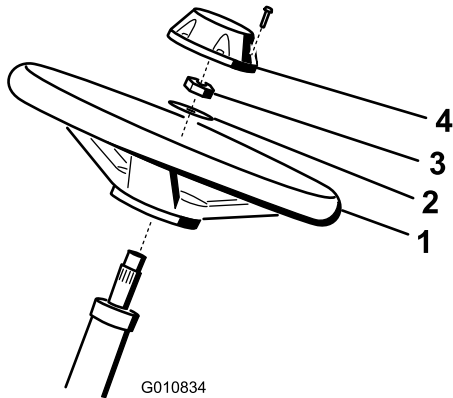

Figura 5
1. Deslice el volante sobre la columna de dirección (Figura 5).
2. Deslice la arandela sobre la columna de dirección (Figura 5).
3. Sujete el volante a la columna con una contratuercas y apriétela a entre 27 y 35 N·m (Figura 5).
4. Sujete el embellecedor al volante con 6 pernos (Figura 5).